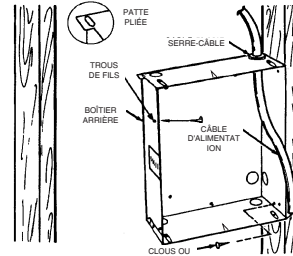

Figure 1
1. Déterminez quel côté du boîtier arrière doit être placé contre un poteau mural, et courbez les pattes aux angles arrière à 90° de façon à ce que le boîtier arrière soit d'équerre avec le poteau après l'installation. (Voyez la Figure 1).
3. Positionnez le boîtier arrière contre le côté d'un poteau mural et fixez-le avec des clous ou des vis comme c'est montré en Figure 1.
REMARQUE : Des avant-trous pour vis de tôle de #8 ont été fournis sur les côtés du boîtier arrière. Une fois que la finition de mur aura été posée, enfoncez une vis de tôle de #8 (M4) (de longueur recommandée de 1" ou 25 mm) au travers du côté du boîtier qui n'est pas fixé au poteau mural. Cela empêchera le boîtier arrière d'être extrait au moment de l'installation du radiateur (Voyez la Figure 1).